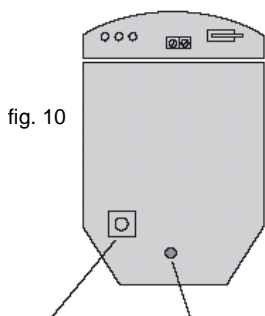
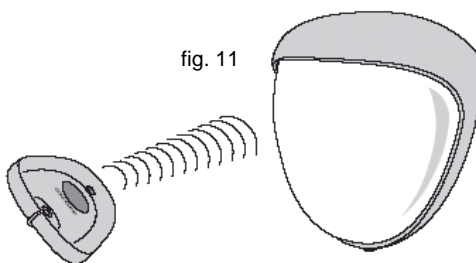

fig. 10
fig. 11
- L'utente può programmare la serie di impostazioni configurabili indicate nello schema di programmazione. Le impostazioni di fabbrica sono riportate nelle caselle evidenziatae. Le impostazioni esistenti possono essere facilmente modificate. Per ripristinare le impostazioni di fabbrica, scollegare l'alimentazione dal rivelatore, quindi premere e tenere premuto il pulsante di programmazione (fig. 10) applicando temporaneamente corrente al rivelatore, prima dell'installazione con una batteria PP3 oppure applicando 12 Volt all'unità.
- 1) Premere il pulsante di programmazione indicato in fig. 10 (o il pulsante key fob rappresentato in fig. 11, 12) per il numero dell'opzione da modificare, per esempio una volta per la portata, due volte per il numero di impulsi, tre volte per il LED, quattro volte per il livello lux, cinque volte per i contatti e sei volte per il timer.
NOTA: quando si collega l'alimentazione al **D-TECT** ² , l'utente ha un lasso di tempo di 5 minuti per iniziare ad utilizzare il keyfob ad infrarossi. Il timer può essere azzerato premendo il pulsante "program" indicato in fig.10 o scollegando e poi ricollegando l'alimentazione al **D-TECT** ² .